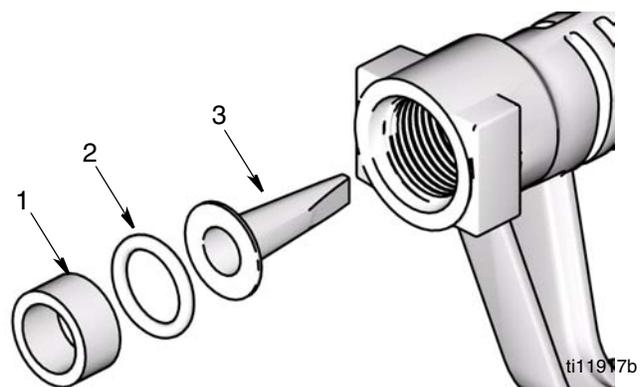

FIG. 2
1. Deslice la tapa giratoria (A) por encima de la manguera, con el extremo pequeño primero, para acceder al accesorio giratorio (B).
2. Utilice dos llaves, una en la planchuela del medidor (C) y otra en el accesorio giratorio, para aflojar el accesorio.
4. Utilice su dedo o un palillo de escarbadientes para quitar el espaciador (1), la junta o-ring (2) y el filtro (3) del medidor. Deshágase del espaciador y la junta o-ring y utilice los nuevos provistos con el kit (FIG. 2).